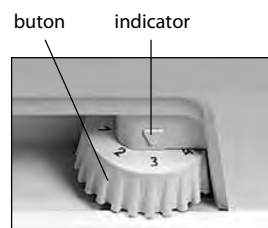

Figura 3 – Reglarea temperaturii
1.5 Elementul de reglare a temperaturii din frigider, în conformitate cu Figura 3 este **butonul de reglare a temperaturii (numit în continuare – buton)**, care se află sub masca frigiderului. Butonul se rotește în sensul acelor de ceasornic sau în sensul contrar al acestora și are diviziuni numerice. Diviziunea "1" corespunde celei mai joase setări de temperatură (răcire minimă) în camera frigorifică, diviziunea "7" – celei mai înalte setări de temperatură (răcire maximă). Pentru a regula temperatura, fixați diviziunea butonului sub indicator.
Deschideți ușa frigiderului. La prima conectare este recomandat să fixați sub indicator diviziunea "3" sau "4" a butonului în conformitate cu Figura 3. Închideți ușa.